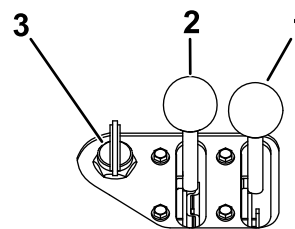

Figura 16
1. Portate la leva dell'acceleratore al centro tra le posizioni di MINIMA e MASSIMA (Figura 16).
- A. Spostate la leva dello starter in posizione di ACCENSIONE (Figura 16).
- B. Ruotate la chiave in posizione di ACCENSIONE (Figura 16). Rilasciate la chiave quando il motore si avvia.
- C. Spostate gradualmente lo starter in posizione di SPEGNIMENTO (Figura 16). Se il motore si ferma o esita, riavviate lo starter finché il motore non si sarà scaldato.
3. Per i motori Kohler, girate la chiave in posizione di ACCENSIONE (Figura 16). Rilasciate la chiave quando il motore si avvia.
4. Spostate la leva dell'acceleratore nella posizione desiderata (Figura 16).
2. Spostate la leva dell'acceleratore in posizione di MINIMA (Figura 16).